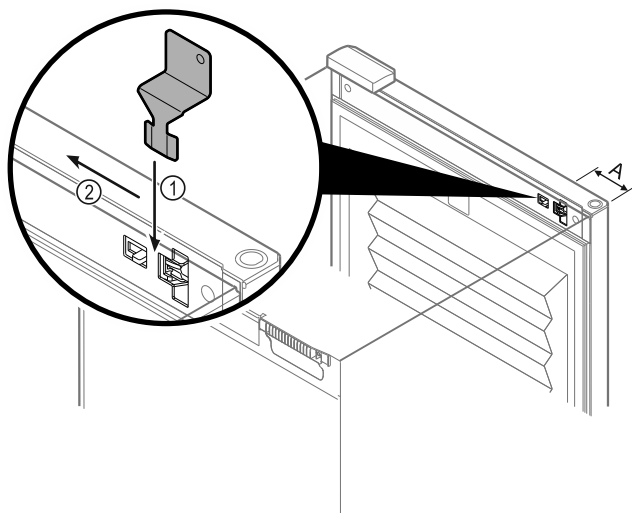

Fig. 138
- ▶ Anbring nødoplåsningsnøglen på det krævede sted Fig. 138 (A) ≈ 100 mm.
- ▶ Sæt nødoplåsningsnøglen ind mellem døren og apparatets korpus fra oven indtil anslag Fig. 138 (1).
- ▶ Træk nødoplåsningsnøglen mod hængselsiden Fig. 138 (2).